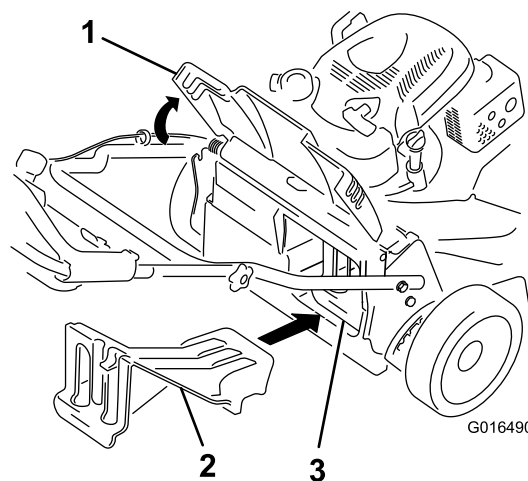

Figura 26
- Se o bujão de descarga traseira não estiver instalado, agarre-o pela pega, elevando o defletor traseiro e insira-o na calha de descarga traseira até que encaixe no sítio; consulte Figura 26.
Importante: Certifique-se de que o bocal de descarga traseiro está no lugar antes de reciclar as aparas de relva (Figura 26).